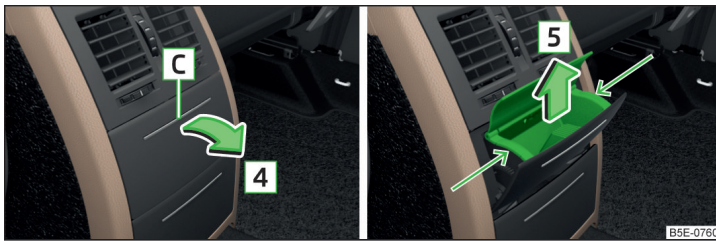

Fig. 80 Consola central alta: Abra hacia atrás el cenicero/Extraiga hacia atrás el suplemento del cenicero
- Para **abrir**, presionar sobre la tapa del cenicero en el área **C**. El cenicero se abre en el sentido de la flecha **4** » fig. 80.